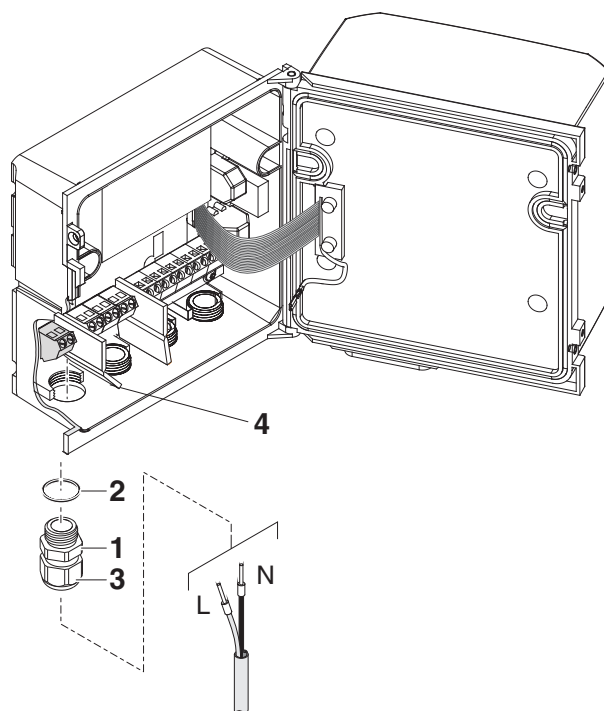

Fig. 3-13 Inserción de la línea de alimentación.
- 6 Enrosque un casquillo prensacables (pos. 1 en la Fig. 3-13) con anillo de estanqueidad (pos. 2) en la carcasa debajo de la conexión de alimentación.
- 7 Afloje el anillo de acoplamiento (pos. 3).
- 8 Haga pasar la línea de alimentación a través del casquillo prensacables hasta la carcasa. Al hacerlo, doble el separador flexible (pos. 4) hacia la derecha.
- 10 Apriete la tuerca ciega (pos. 3 en la Fig. 3-13).